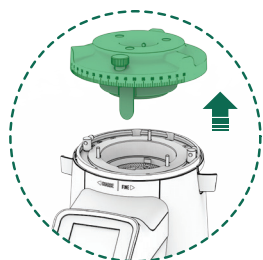

Fig. 13
12.3.9. Tirar hacia arriba sujetando el regulador de molienda (16), para acceder a la cámara de molienda, limpiar el interior con la ayuda de un pincel o de una aspiradora y retirar cualquier residuo de café de la cámara de molienda (Fig. 13).